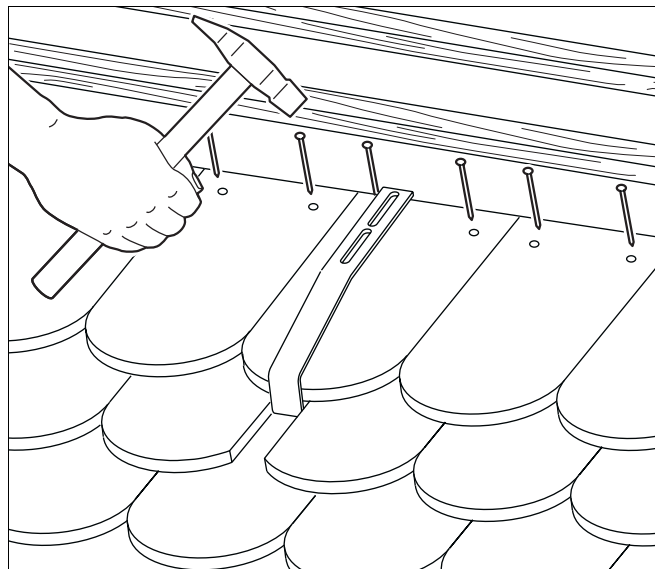

Fig. 27 Montar la segunda fila de tejas planas
- ▶ Coloque la segunda fila de tejas planas (fig. 27) y fíjelas.